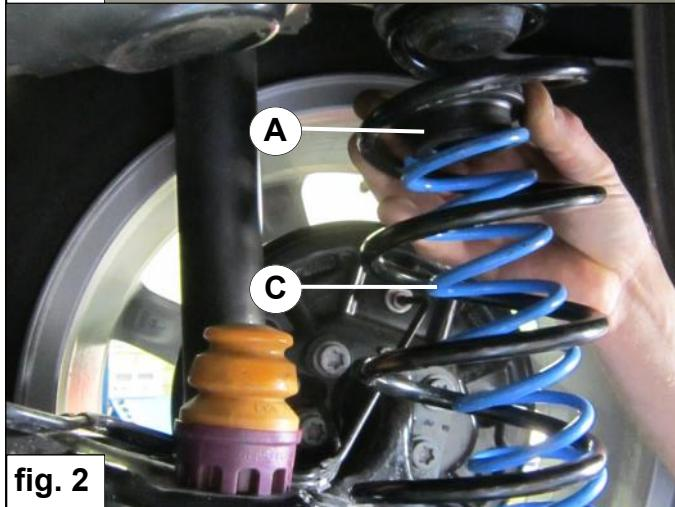

fig. 2
5. Plaats veerschotel **A** op de bovenzijde van de hulpveer **C** en centeer deze op bovenste veerrubber. Zie fig. 2.
5. Place the spring seat **A** on top of the auxiliary spring **C** and center it on to the upper spring rubber. See fig. 2.
5. Stelle Federteller **A** auf der Oberseite des Hilfsfeder **C** und zentrieren Sie es auf der oberen Federteller. Siehe Fig. 2.
5. Placez la coupelle **A** sur le ressort auxiliaire **C** et le centrer sur le ressort en caoutchouc haut. Voir Fig. 2.